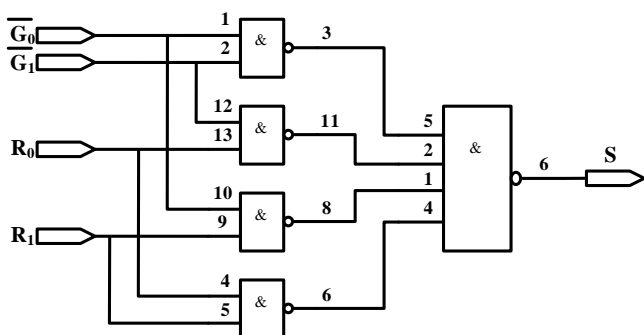

图 3 电路原理图
根据逻辑函数表达式 (1)，绘制出电路原理图如图 3 所示（反变量所需的非门未画出），其中输入信号的原变量从实验箱上的逻辑电平开关获得，反变量需要另外接非门来实现。